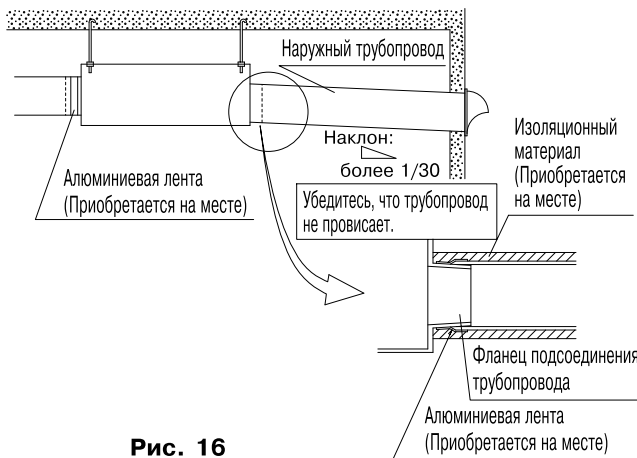

Рис. 16
- Для предотвращения утечки воздуха, намотайте алюминиевую ленту вокруг секции после соединения фланца подсоединения трубопровода к трубопроводу. **(См. рис. 16)**
- Установите два наружных трубопровода с уклоном вниз (уклон в 1/30 или больше) для предотвращения попадания дождевой воды. Также следует обеспечить изоляцию трех трубопроводов (наружные трубопроводы и комнатный трубопровод подачи воздуха) для предотвращения образования влаги. (Материал: Стекловата толщиной 25мм) **(См. рис. 16)**
- Использование гибких трубопроводов или трубопроводов со звукоизоляцией может быть эффективным для снижения уровня звука выпуска подаваемого в помещение воздуха (SA). Выбирайте материалы с учетом мощности вентилятора и шума при работе блока. При выборе свяжитесь со своим дилером Daikin.
- Выберите шаг между выходным отверстием выпускного воздуха (EA) и отверстием для впуска наружного воздуха (OA), равный 3-х кратному диаметру трубопровода.